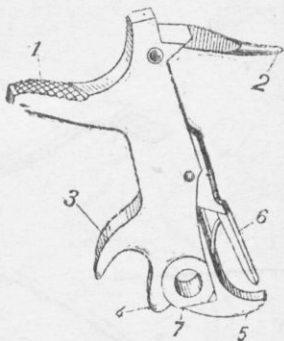

Рис. 12. Курок:
**13. Курок** (рис. 12) служит для нанесения удара бойком по капсюлю патрона при производстве выстрела; он вращается на оси, укрепленной в загнутой полосе рамки.